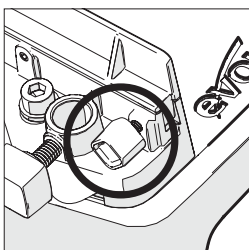

Fig. 4
- Allentare la vite ad alette (Fig. 4).